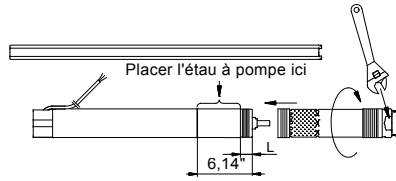

Fig. 11 Pompe dans un étai
1. Placer le moteur à l'horizontale dans un étai et bien le serrer, voir la figure 11.
Un outil de serrage peut être utilisé sur les faces de serrage de la pompe, voir la figure 11.